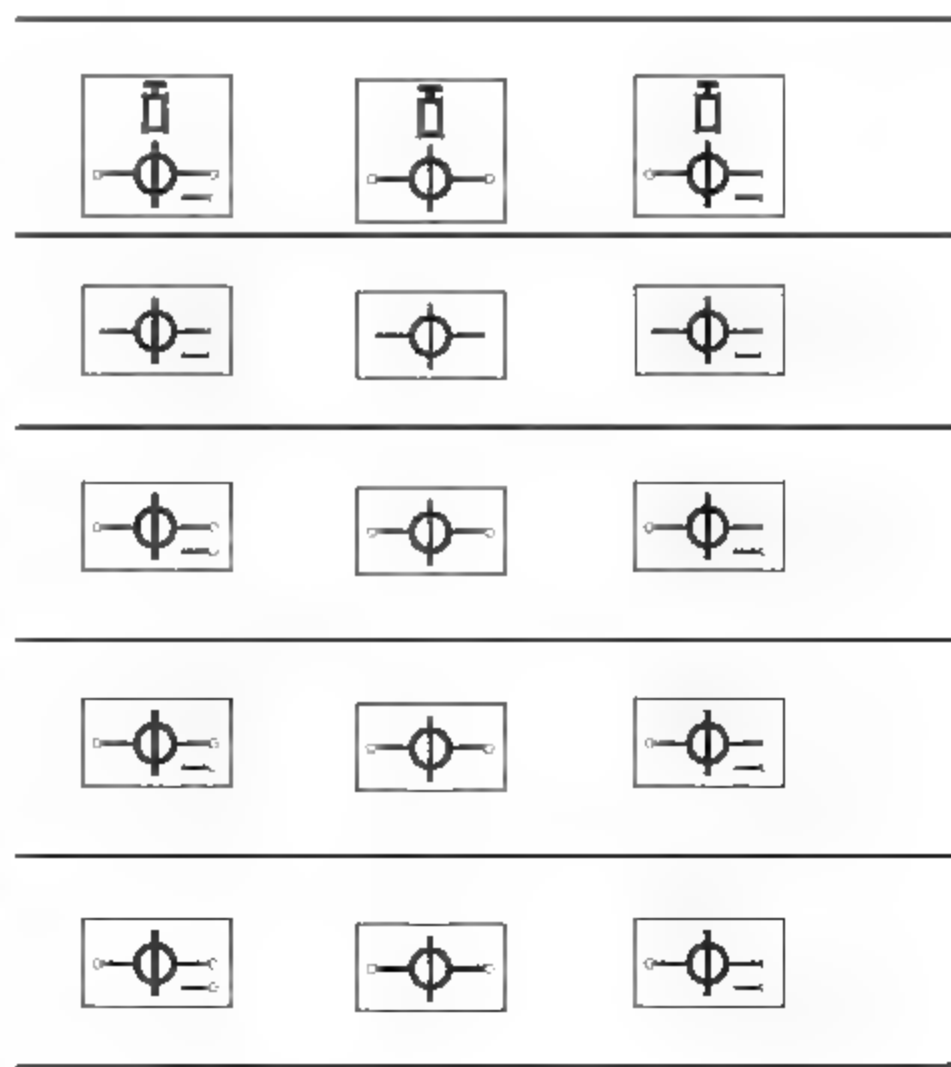

图13-33 布置天线
**04** 在本书配备资源中的“素材\第13章\电气图例.dwg”文件中选择天线图块，将其复制至系统图中，如图13-33所示。